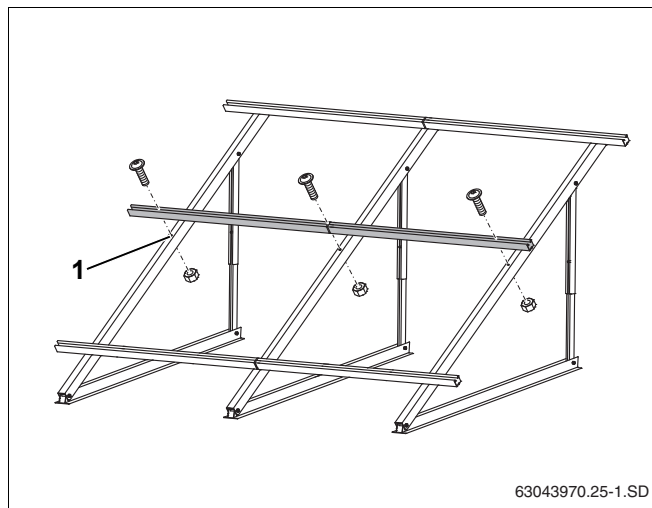

Рис. 35 Установка дополнительных профильных реек
- ▶ Закрепите дополнительные профильные рейки, как описано в Глава 5.5.2 "Монтаж профильных реек", в центральном отверстии профиля (рис. 35, **поз. 1**).